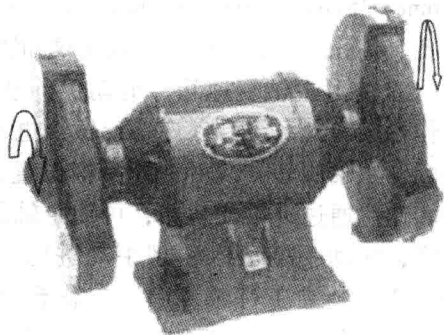

图1-4 砂轮机
砂轮机(图1-4)是一种磨削机具。钳工通常用来刃磨刀具或一些工具,也用来对坯料进行初步成形加工,以及除去工件或材料上的毛刺、锐边、氧化皮等。
- 5) 砂轮机砂轮的旋向应是面向操作者由上向下旋转(图 1-4), 如果旋向不对, 不能进行磨削。